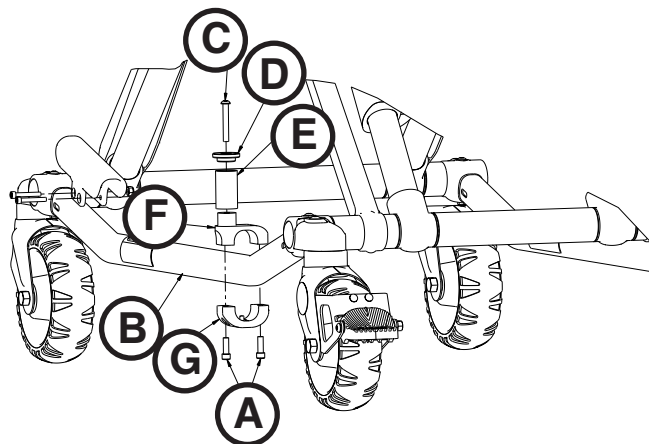

Figure 54
3. À l'aide d'un tournevis Torx T30, retirer les deux vis à six pans creux (A) qui maintiennent le montant de retenue de la civière au châssis (B) (Figure 54). Jeter les vis et le montant de retenue de la civière.
4. Insérer la vis d'assemblage à tête ronde (C) à travers le chapeau du montant de retenue de la civière (D) et à travers le montant de retenue (E), puis dans le support de goupille inférieur (F) (Figure 54).
5. À l'aide d'une clé hexagonale de 5/32 po, serrer à fond la vis d'assemblage à tête ronde (C) pour sécuriser le chapeau du montant de retenue (D) et le montant de retenue (E) sur le support de goupille supérieur (F) (Figure 54). À l'aide d'une clé dynamométrique, serrer au couple entre 11,3 - 15,8 Nm (100 - 140 in-lb).
6. Assembler le montant de retenue de la civière sur le châssis. Aligner les trous des supports et insérer deux vis d'assemblage à six pans creux (A) dans les trous filetés du support de goupille inférieur (G) (Figure 54).